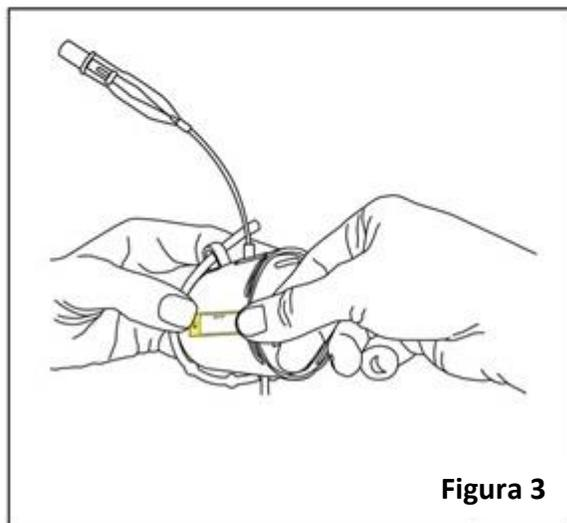

Figura 3
- 1.4. Sujete una etiqueta del día y escriba la **fecha prevista de sustitución**, de acuerdo con la duración de 10 días del dispositivo [Figura 3].